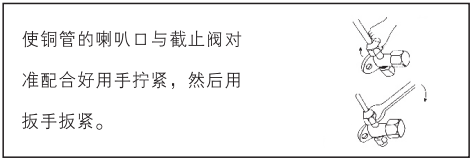

图 24
- (3) 在截止阀与管的喇叭口处涂少许润滑油,然后按图24所示拧紧纳嘴。
(4) 按图24所示用扳手牢固地将纳嘴扳紧,扭矩力按表(5)规定执行。